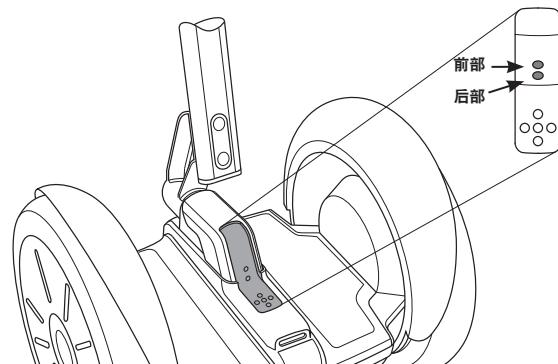

图 58：电池充电指示灯
6. 确认支架上的两个充电指示灯亮为绿色，这表明电池正在充电（参见图 58）。有关充电指示灯的更多信息，请参见第 89 页的“电池充电指示灯”。
支架上的两个电池充电指示灯可在插入 PT 电源后指示电池的充电状态。前面的电池充电指示灯对应于前部电池, 后面的电池充电指示灯对应于后部电池 (请参见图 58)。电池充电指示灯提供了有关每个电池是否正在充电的独立信息。在为 PT 插入电源插头并充电时, 电池充电指示灯将会闪烁或稳定亮为绿色。如果一个或两个电池充电指示灯为红色或不能亮起, 说明相应的电池存在充电问题。有关更多信息, 请参见下面的“充电失败”。